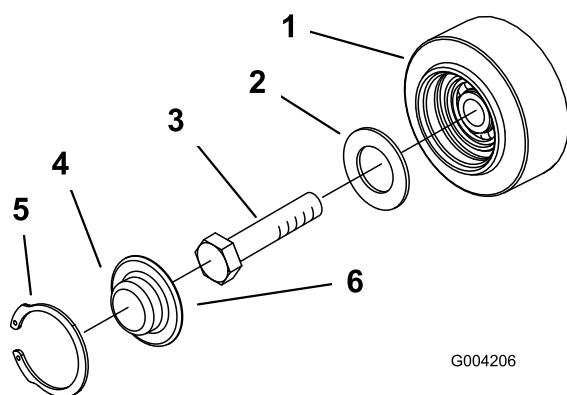

Figura 48
3. Retire la anilla a presión y el tapón de una de las ruedas de rodaje (Figura 48).
4. Compruebe la grasa que hay debajo del tapón y alrededor de la junta (Figura 48). Si está sucia, tiene arenilla o queda poca grasa, elimine toda la grasa, cambie la junta, y añada grasa nueva.
6. Coloque el tapón engrasado sobre la cabeza del perno (Figura 48).
7. Sujete el tapón de la rueda de rodaje con la anilla a presión (Figura 48).